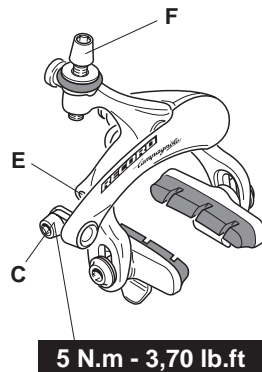

Fig. 6
- If your brakes are fitted with the recall spring tension adjustment screw (E - Fig. 6) you can make brake operation more or less soft and to a suitable application force applied by the rider. To modify the tension, tighten or release the Allen screw (2 mm wrench) within the limits allowed by its travel.
- Befestigen Sie das Kabel, indem Sie die Kabelklemmschraube mit einem 5-mm-Inbusschlüssel mit einem Anzugsmoment von 5 Nm - 3.7 lb.ft anziehen (C - Abb. 6). Stellen Sie sicher, dass das Kabel, ohne verletzt zu werden, gut festgeklammert ist, so dass es sich beim Betätigen der Bremsen nicht löst.